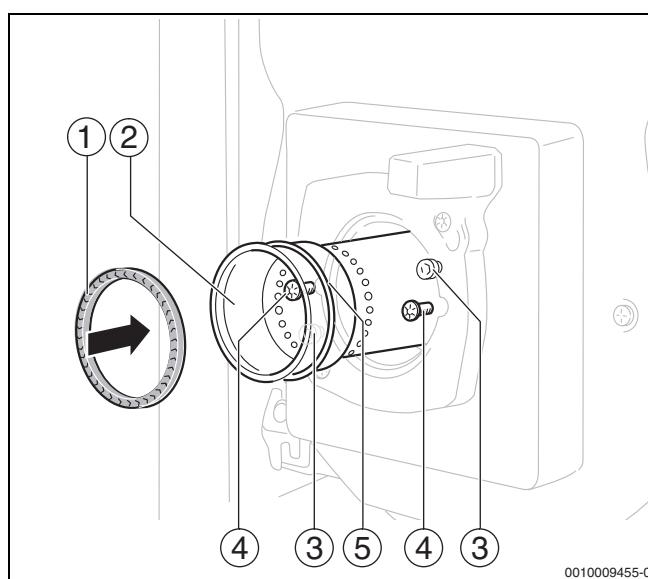

Fig. 43 Sostituzione del boccaglio
- ▶ Svitare entrambe le viti di fissaggio (→ fig. 43, [4]).
- ▶ Montare il nuovo boccaglio (→ fig. 43, [2]) e l'anello di tenuta (→ fig. 43, [5]).